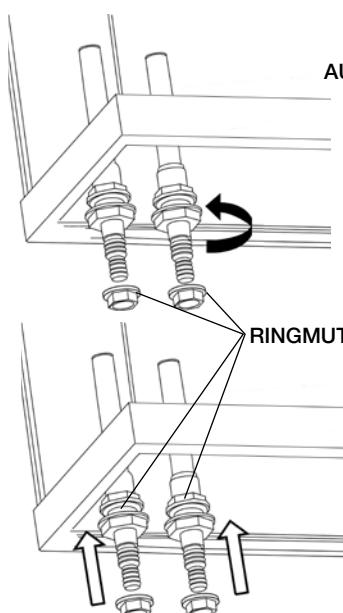

ABB. 2
2. Öffnen Sie den Schrank. Drehen Sie die Ringmutter (R) auf das untere Ende des Verbindungsrohrs (A) (ABB. 2).
3. Schieben Sie den Wasseraustrittsstutzen (B) in ein Ende des Austrittssystems (B).
2. Öffnen Sie den Schrank. Drehen Sie die Ringmutter (R) auf das untere Ende des zweiten Verbindungsrohrs (A) (ABB. 2).